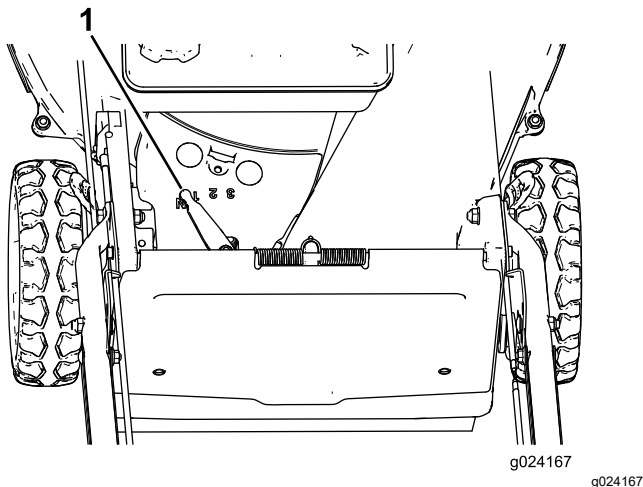

Figura 14
La máquina tiene 3 velocidades de avance: 1 (lenta), 2 (media), y 3 (rápida); también tiene una posición de Punto muerto (N). La palanca de autopropulsión está situada debajo y detrás del depósito de combustible (Figura 14).